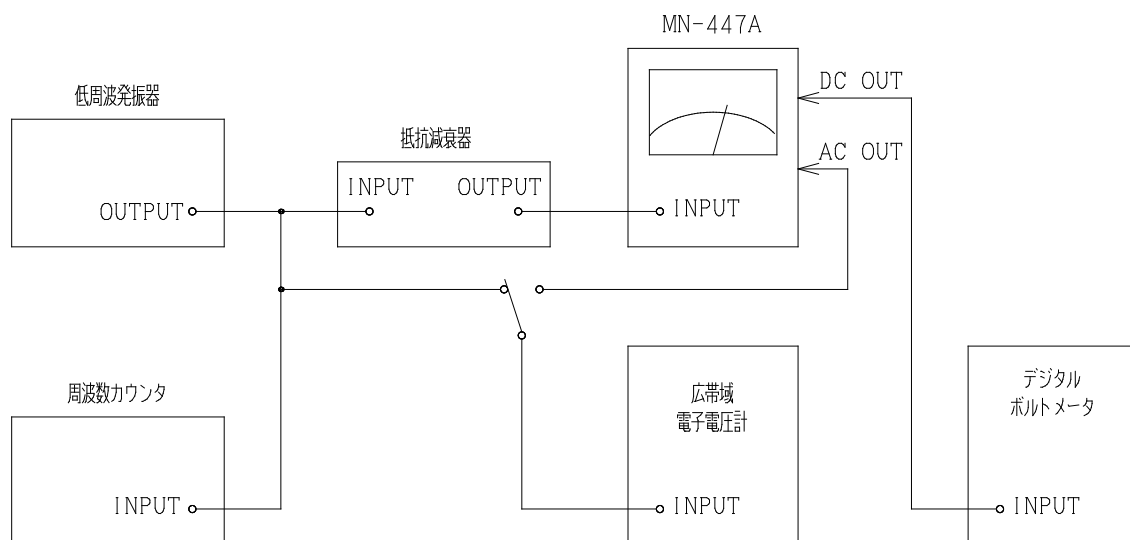

図 4
- 1) 本器と、低周波発振器、周波数カウンタ、抵抗減衰器および広帯域電子電圧計を、図 4 のように接続します。
- 1) 本器と低周波発振器、周波数カウンタ、抵抗減衰器、及び広帯域電子電圧計を図 4 (41頁) のように接続します。
- ⑤a, ⑤b 「RANGE」スイッチ……………「 1V 、 $0\text{dB}\mu$ 」
- ⑥a, ⑥b 「SENSITIVITY」ツマミ……………「CAL.」
- ⑧ 「RESPONSE」スイッチ……………「AVER.」
- ⑪ 「WEIGHTING」スイッチ……………「WIDE BAND」
- 5) ④「METER」が 1Vrms を指示していることを確認します。
- 6) ⑪「WEIGHTING」スイッチを「DIN/AUDIO」にします。